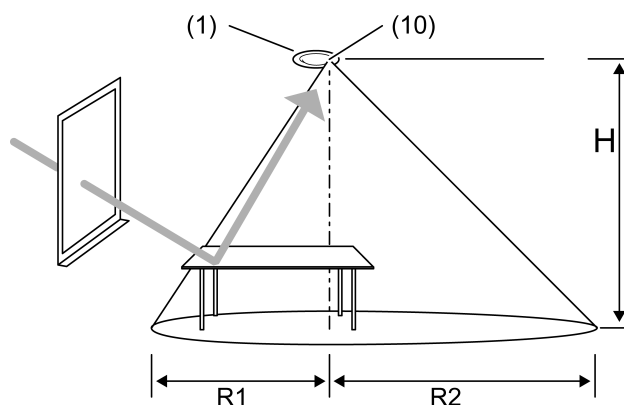

Figure 7
- Lors du montage, orienter l'appareil de telle sorte que le capteur de luminosité (10) ne soit pas orienté vers la fenêtre (Figure 7).